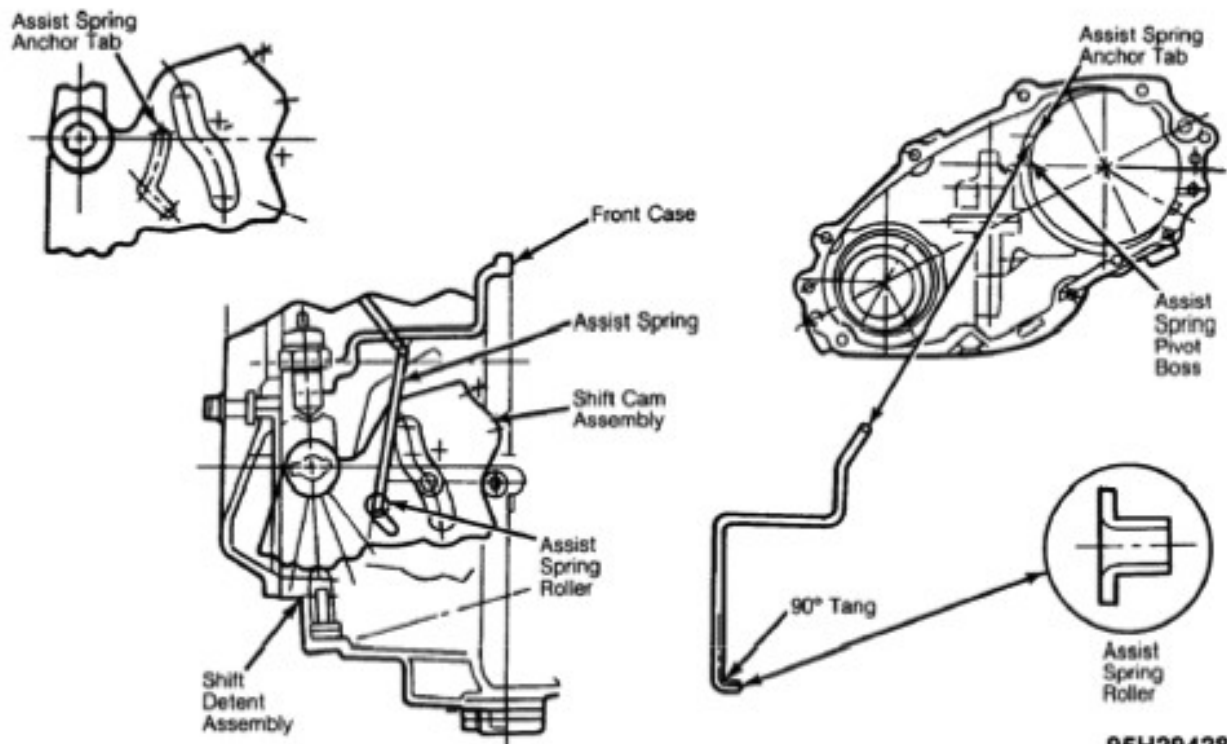

Fig.18: instalação da mola de assistência em modelos com acionamento manual.
- 6) Com o came, haste de comando e anel de retenção instalados na carcaça, posicione a haste de comando na posição de bloqueio "4WH" (linha marcada durante a desmontagem). Coloque o rolete da mola de assistência na ponta torta a 90 graus da mola. Insira o rolete no rasgo da mola do came. Veja fig. 18.
- 7) Posicione a parte do meio da mola de assistência no rasgo do pino da carcaça. Empurre e trave a ponta superior da mola de assistência atrás da aba de ancoragem da mola na carcaça. Veja fig. 18.